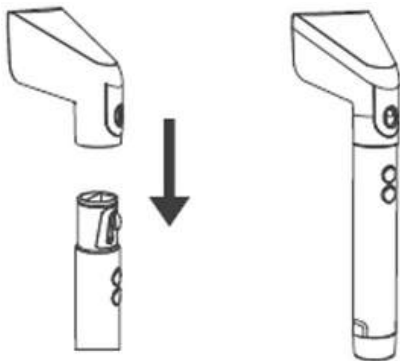

Fig. 4
2. Installeer de stoomborstelkop (met de borstelkopkap erop) op het handvat van de borstel door de borstelbevestiging te bedienen (zie Fig.4).